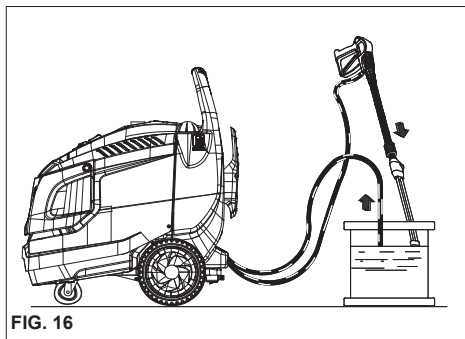

FIG. 16
**OPERAZIONI PER L'USO DI ANTIGELO (fig. 16)**